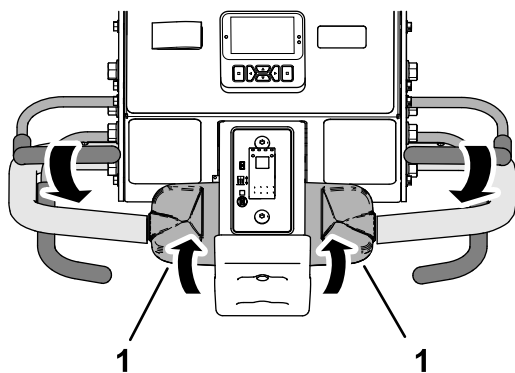

Bild 90
3. Halten Sie den Schaltbügel am Lenker und drehen Sie den oberen Teil des Fahrtriebshebels langsam nach hinten (Bild 90).